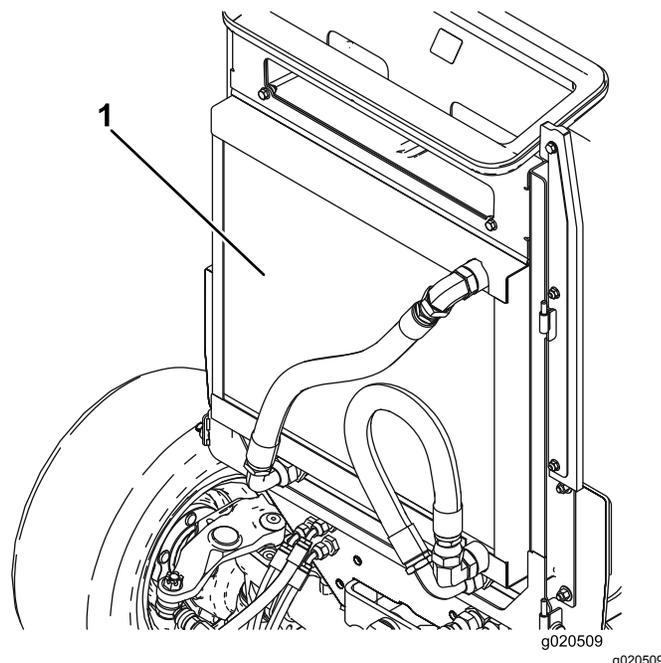

Рисунок 50
2. Тщательно очистите сжатым воздухом обе стороны области радиатора/маслоохладителя (Рисунок 50). Начните спереди